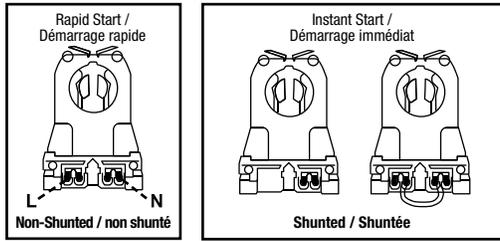

Fig. 1A Not shunted & Shunted sockets / Douilles non shuntées & Douilles shuntées
6. Ensure that the fixture contains non-shunted G13 bi-pin sockets ( Fig. 1A). If socket lampholder are internally shunted, then replace with new non-shunted socket lampholders. If socket lampholders are shunted with a jumper wire, remove wire to convert into non-shunted sockets.
6. Assurez-vous que le luminaire contient des douilles à deux broches G13 non shuntées (Fig. 1A). Si la douille du support de la lampe est shuntée à l'intérieur, remplacer-la par une nouvelle douille non shuntée. Si les douilles des supports de la lampe sont shuntées avec un fil de raccordement, retirer le fil pour les convertir en douilles non shuntées.